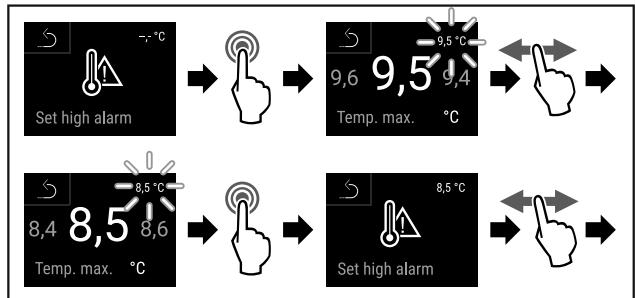

Fig. 141
- Seguir los pasos de procedimiento (consulte Fig. 141) .